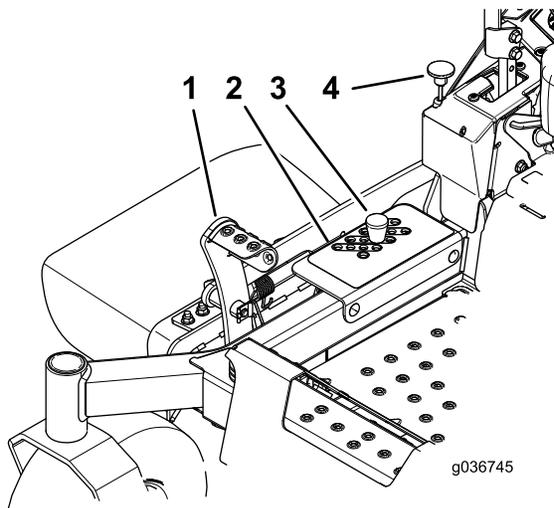

Figure 29
TRANSPORT (qui est aussi la position de hauteur de coupe de 127 mm), comme montré à la Figure 29.
- Retirez l'axe du support de hauteur de coupe (Figure 29).
- Placez la goupille dans le trou du support correspondant à la hauteur de coupe voulue (Figure 29).